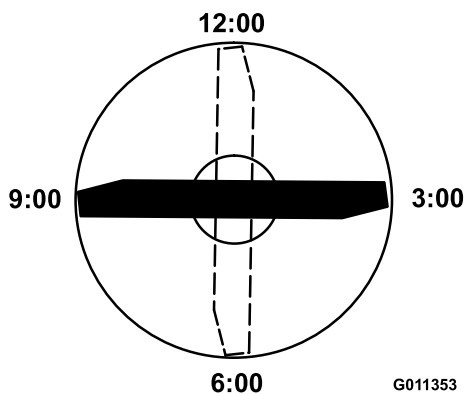

Figura 83
4. Orientate il tagliente dell'estremità marcata della lama sulle ore 12 (esattamente in avanti, nel senso di falciatura) (Figura 83) e misurate l'altezza tra il banco e il tagliente della lama.
5. Ruotate l'estremità marcata della lama sulle ore 3 e sulle ore 9 (Figura 83) e misurate le rispettive altezze.